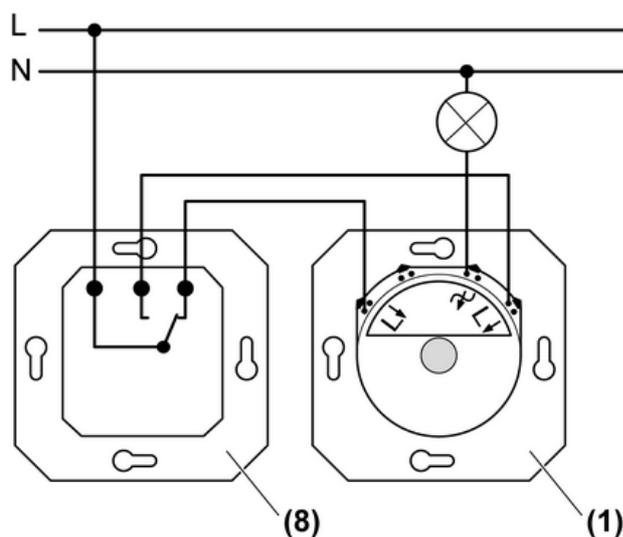

Figure 3: Commutation intermittente
- (1) Variateur
- (8) Interrupteur va-et-vient
- Raccorder le variateur et l'interrupteur va-et-vient conformément au schéma de raccordement (figure 3).